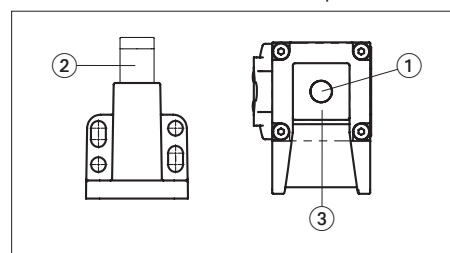

Bild 1: Lesekopf und Betätiger
Im Lesekopf befindet sich ein Auswerfer (1), mit dem beim Entsperrn der Betätiger über die Senke gehoben wird (siehe *Bild 1*). Der Betätiger besitzt einen federnd gelagerten Zuhaltebolzen (2), in dem sich ein Transponder befindet. Die Zuhaltung ist aktiv, wenn der Auswerfer eingefahren ist und sich der Zuhaltebolzen in der Senke (3) des Lesekopfes befindet.